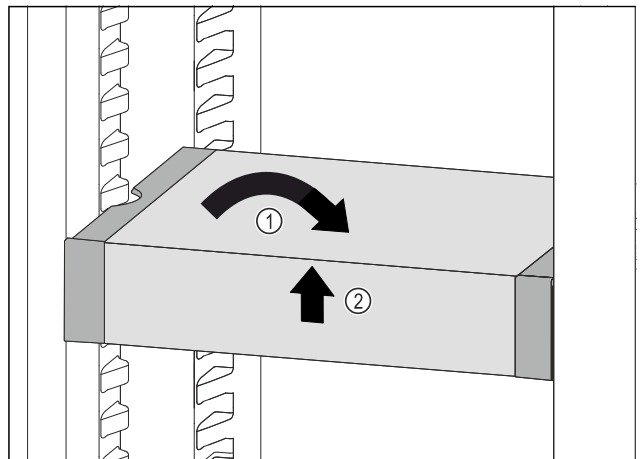

Fig. 81
- Collocare VarioSafe in maniera dritta. Fig. 81 (1)
- Sollevare VarioSafe dal lato anteriore. Fig. 81 (2)